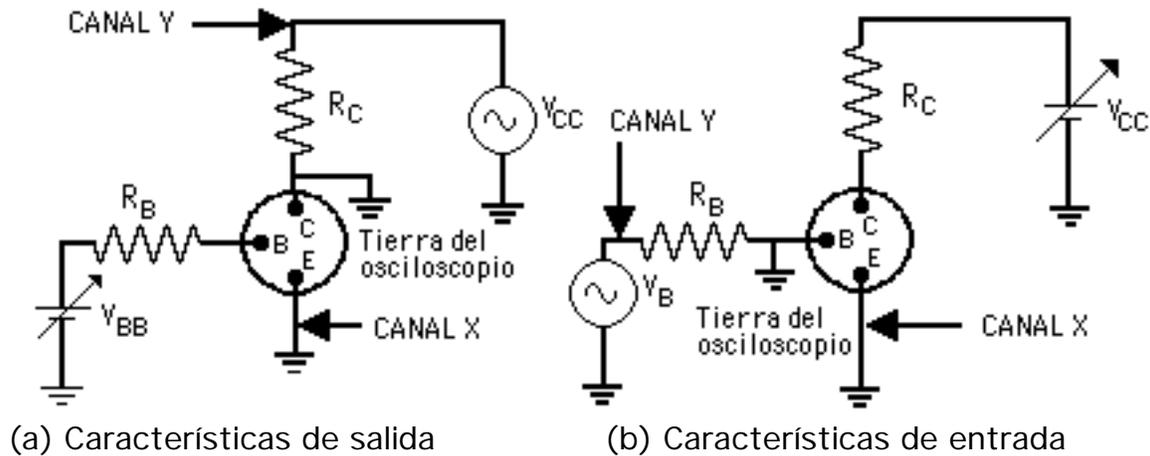
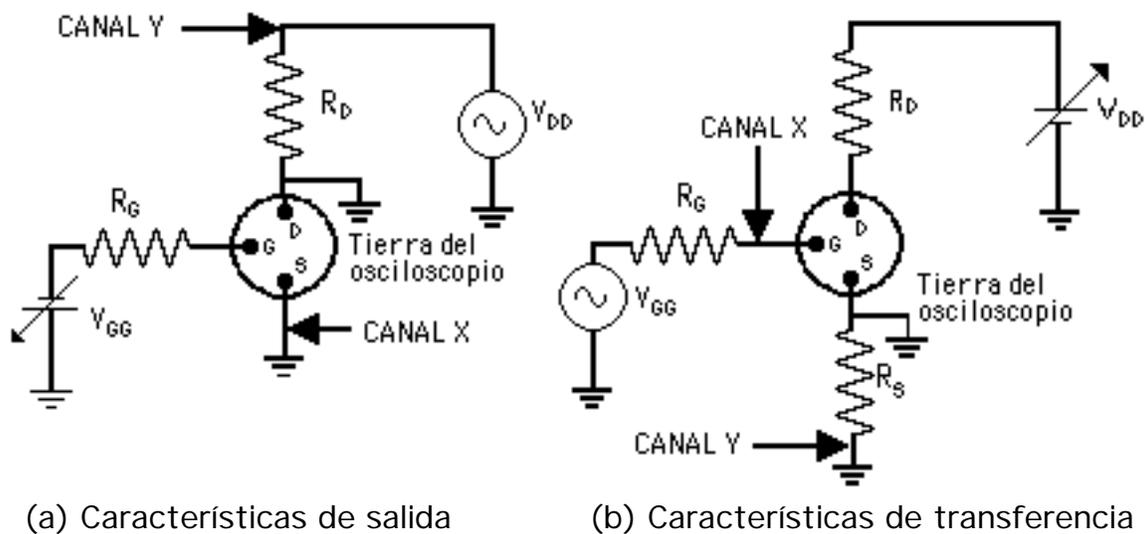

Figura 2.- Circuitos para determinar las características i vs v de un transistor bipolar
Figura 3.- Circuitos para determinar las características i vs v de un transistor FET
Para enfatizar el punto de que en esta práctica se están analizando las características de los dispositivos y en ningún momento se pretende realizar circuitos amplificadores, tanto los transistores bipolares de la figura 2 como los JFET de la figura 3 se han dibujado como componentes físicos, indicando las letras de sus terminales, en lugar de utilizar su símbolo circuital correspondiente.
a) Dado los circuitos mostrados en la Figura 2 y las especificaciones del dispositivo a su disposición, determine el valor de las resistencias R_B y R_C , el valor
pico de la amplitud que puede tener la señal producida por el generador, y el conjunto de voltajes DC que tienen que aplicarse como V_{BB} y V_{CC} respectivamente, para observar en el osciloscopio las curvas características de salida i_C vs. v_{CE} con i_B como parámetro en el caso del circuito de la Figura 2.a, y las curvas características de entrada i_B vs. v_{BE} con v_{CE} como parámetro en el caso del circuito de la Figura 2.b.
b) Haga un diagrama de las señales que Ud. espera ver en la pantalla del osciloscopio, si las conexiones se realizan exactamente en la forma indicada en los circuitos de la Figura 2.
a) Indique las modificaciones que tienen que realizar en los componentes de los circuitos mostrados en la Figura 2 y en las conexiones del osciloscopio a los
a) Dado los circuitos mostrados en la Figura 3 y las especificaciones del dispositivo a su disposición, determine el valor de las resistencias R_G , R_E y R_D , el valor pico de la amplitud que puede tener la señal producida por el generador, y el conjunto de voltajes DC que tienen que aplicarse como V_{GG} y V_{DD} respectivamente, para observar en el osciloscopio las curvas características de salida i_D vs. v_{DS} con v_{GS} como parámetro en el caso del circuito de la Figura 3.a, y las curvas características i_D vs. v_{GS} con v_{DS} como parámetro en el caso del circuito de la Figura 3.b.
b) Haga un diagrama de las señales que Ud. espera ver en la pantalla del osciloscopio, si las conexiones se realizan exactamente en la forma indicada en los circuitos de la Figura 3.
a) Indique las modificaciones que tienen que realizar en los componentes de los circuitos mostrados en la Figura 3 y en las conexiones del osciloscopio a los circuitos para poder observar en la pantalla de este instrumento las curvas características de entrada y salida .
1.- Monte el circuito de la Figura 2.a y obtenga en la pantalla del osciloscopio las curvas características de salida i_C vs. v_{CE} con i_B como parámetro. Haga un diagrama en papel milimetrado, identificando voltajes y corrientes clave en las curvas dibujadas. Si su osciloscopio tiene la posibilidad de invertir uno de los canales,
3.- Monte el circuito de la Figura 2.b y obtenga en la pantalla del osciloscopio las curvas características de entrada i_B vs. V_{BE} con V_{CE} como parámetro. Haga un diagrama en papel milimetrado, identificando voltajes y corrientes clave en las curvas dibujadas. Si su osciloscopio tiene la posibilidad de invertir uno de los canales, obtenga las curvas características con la misma orientación que las curvas características estándar de los manuales y libros de texto.
1.- Haga los cambios necesarios en el circuito de la Figura 2.a para el transistor pnp y obtenga en la pantalla del osciloscopio las curvas características de salida i_C vs. V_{CE} con i_B como parámetro. Haga un diagrama en papel milimetrado, identificando voltajes y corrientes clave en las curvas dibujadas. Si su osciloscopio tiene la posibilidad de invertir uno de los canales, obtenga las curvas características con la misma orientación que las curvas características estándar de los manuales y libros de texto.
2.- Haga los cambios necesarios en el circuito de la Figura 2.b para el transistor pnp y obtenga en la pantalla del osciloscopio las curvas características de entrada i_B vs. V_{BE} con V_{CE} como parámetro. Haga un diagrama en papel milimetrado, identificando voltajes y corrientes clave en las curvas dibujadas. Si su osciloscopio tiene la posibilidad de invertir uno de los canales, obtenga las curvas características con la misma orientación que las curvas características estándar de los manuales y libros de texto.
1.- Monte el circuito de la Figura 3.a y obtenga en la pantalla del osciloscopio las curvas características de salida i_D vs. V_{DS} con V_{GS} como parámetro. Haga un diagrama en papel milimetrado, identificando voltajes y corrientes clave en las curvas dibujadas. Si su osciloscopio tiene la posibilidad de invertir uno de los canales,
3.- Monte el circuito de la Figura 3.b y obtenga en la pantalla del osciloscopio las curvas características i_D vs. V_{GS} con V_{DS} como parámetro. Haga un diagrama en papel milimetrado, identificando voltajes y corrientes clave en las curvas dibujadas. Si su osciloscopio tiene la posibilidad de invertir uno de los canales, obtenga las curvas características con la misma orientación que las curvas características estándar de los manuales y libros de texto.
1.- Haga los cambios necesarios en el circuito de la Figura 3.a para el MOSFET canal n y obtenga en la pantalla del osciloscopio las curvas características de salida i_D vs. V_{DS} con V_{GS} como parámetro. Haga un diagrama en papel milimetrado, identificando voltajes y corrientes clave en las curvas dibujadas. Si su osciloscopio tiene la posibilidad de invertir uno de los canales, obtenga las curvas características con la misma orientación que las curvas características estándar de los manuales y libros de texto.
2.- Haga los cambios necesarios en el circuito de la Figura 3.b para el MOSFET canal n y obtenga en la pantalla del osciloscopio las curvas características i_D vs. V_{GS} con V_{DS} como parámetro. Haga un diagrama en papel milimetrado, identificando voltajes y corrientes clave en las curvas dibujadas. Si su osciloscopio tiene la posibilidad de invertir uno de los canales, obtenga las curvas características con la misma orientación que las curvas características estándar de los manuales y libros de texto.